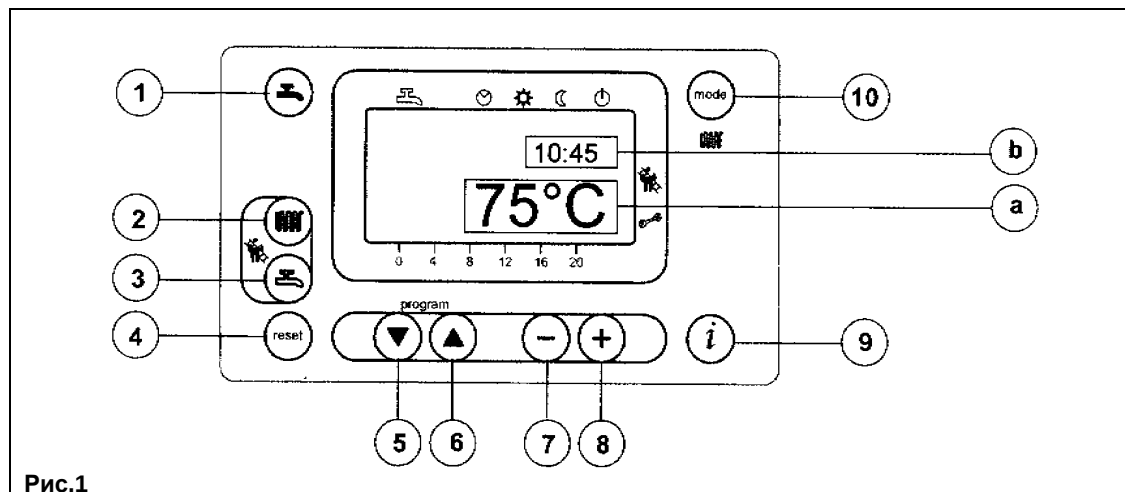

Рис.1
- Для встановлення значення температури води системи опалення натисніть кнопку (поз. 2, рис. 1);
Примітка. При підключеному датчику вуличної температури, за допомогою кнопки (поз. 2, рис. 1) можливо здійснювати зміщення за кліматичними кривими. Для збільшення або зменшення кімнатної температури в опалюваному приміщенні використовуйте кнопки .
- Для встановлення максимального значення температури води системи ГВП натисніть кнопку (поз. 3, рис. 1);
- Натисніть одну з кнопок (поз. 1 або 10, рис. 1) для запам'ятовування значення та повернення до основного меню.
На основному дисплеї (рис. 1 а) одночасно з кодом несправності висвічується символ «» (рис. 4).
На додатковому дисплеї (рис. 1 б) індикація несправності відбувається за допомогою коду несправності та значення часу, які по черзі змінюють один одного. В даному випадку перезапуск котла можливий лише після усунення причини несправності.